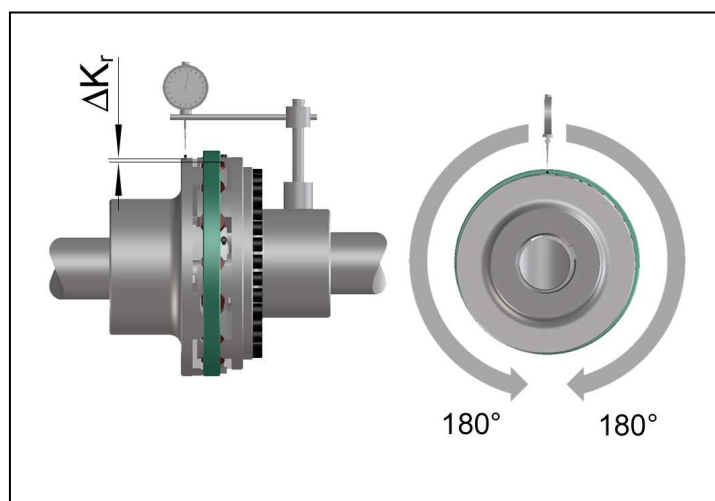

Bild 8
- Vermessen Sie eine ganze Umdrehung (360°). Ermitteln Sie dabei die größte Abweichung K_{r1} sowie die kleinste Abweichung K_{r2} (Bild 8).